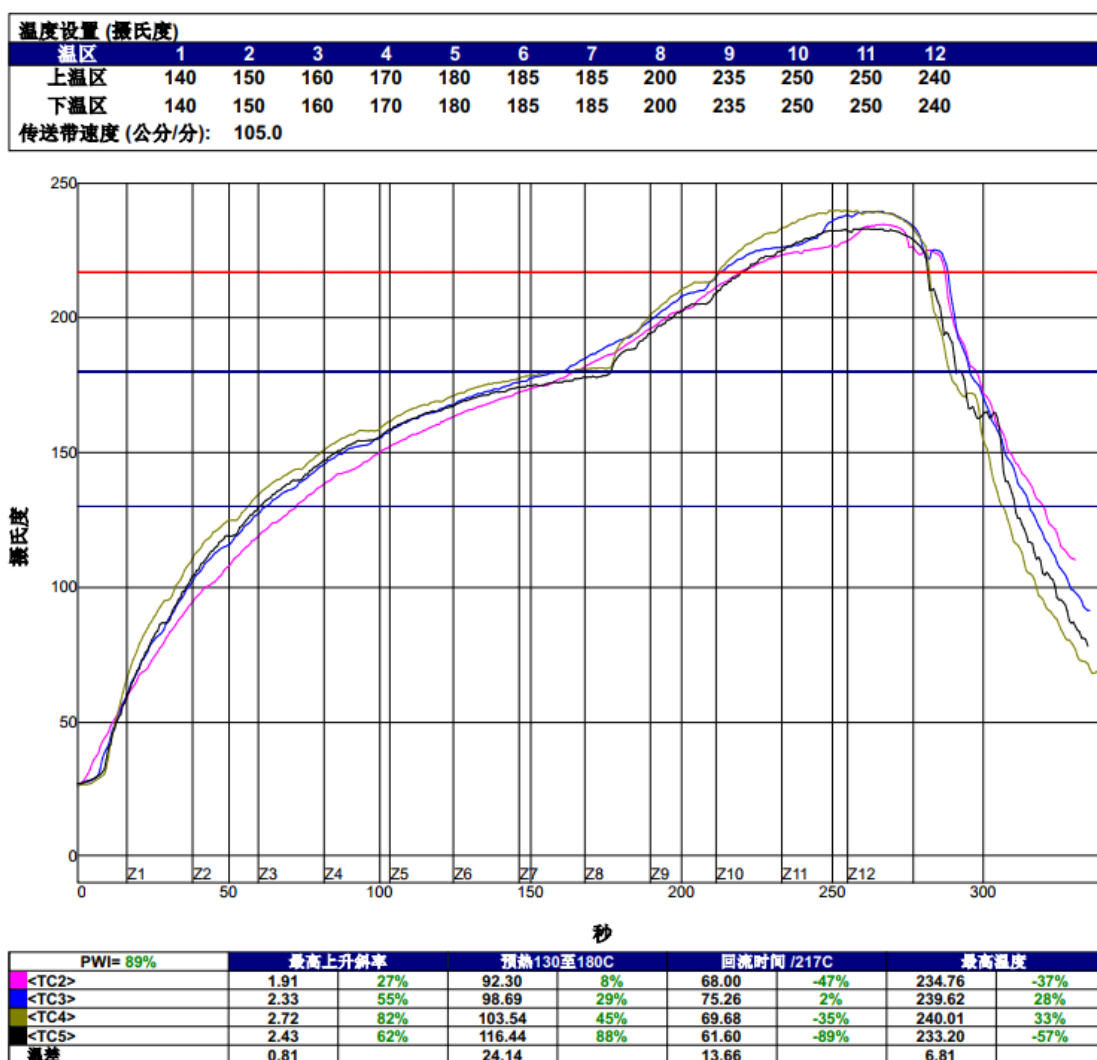

图 6.3 MAX2001 模块回流焊温度曲线
UWB 模块焊接**建议使用手工焊接**，避免因**温度控制不当**二次回流焊造成 UWB 模块内部器件移动，从而影响产品性能。如一定要进回流焊生产，推荐的回流焊最高温度为 235-246℃，最高不能超过 246℃。MAX2001 模组在制造时的炉温曲线图（无铅 SMT 流焊）和相关参数如下图 6.3 所示，生产建议如下，请仔细阅读：
- 1) **建议回流焊接温度不得超过参考图 6.3 的温度，推荐整体曲线降低 5 度左右，夏天可以再适当降低温度；**